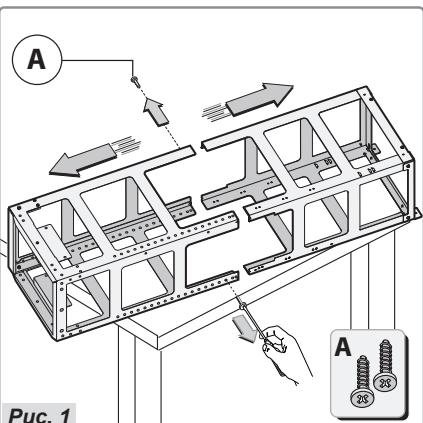

Рис. 1
- Распакуйте раму и удалите два винта А, чтобы разделить верхнюю и нижнюю части прибора (рис. 1).